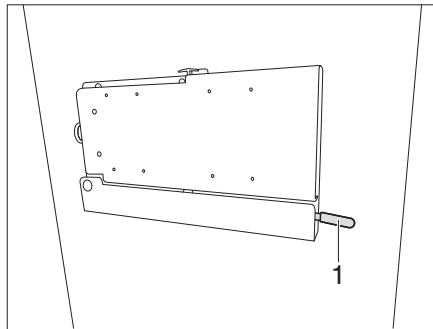

Bild 134 Fäste med ledad arm (variant 3)
- Tryck ner spaken (Bild 134,1).
- Skjut upp spaken (Bild 134,1) igen för att spärra.